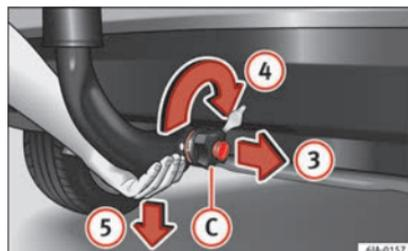

Fig. 202 Sbloccare la barra a testa sferica.
- Afferrare la barra a testa sferica dal basso » **fig. 202** e con l'altra mano rimuovere la manopola **C** nel senso della freccia **3**.